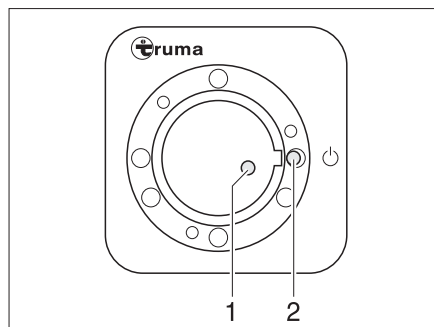
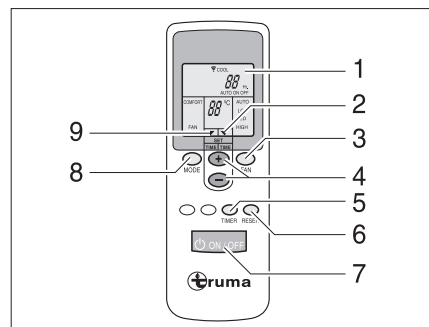

Fig. 178 Récepteur
Fig. 179 Télécommande
- Mettre en marche la télécommande à l'aide de l'interrupteur (Fig. 179,7). Le voyant de contrôle vert (Fig. 178,1) indique le mode de refroidissement.
- Régler le mode de fonctionnement souhaité à l'aide de la touche (Fig. 179,8).
- Régler si nécessaire la puissance de ventilation et la température de la pièce souhaitées à l'aide des touches (Fig. 179,3 et 4). La flèche (Fig. 179,9) indique le mode de réglage sélectionné.
- ▷ Sur le récepteur se trouve un interrupteur supplémentaire (Fig. 178,2) permettant de mettre en marche ou d'arrêter la climatisation sans télécommande. Lorsque la climatisation est mise en marche à l'aide de cet interrupteur, le mode de fonctionnement réglé sur la télécommande lors de la dernière utilisation est sélectionné automatiquement.
- Pour effectuer la programmation, allumer la climatisation à l'aide de la touche (Fig. 179,7) de la télécommande.
- Régler le mode de fonctionnement et la température de la pièce souhaités à l'aide des touches (Fig. 179,8, 3 et 4).
- Sélectionner à l'aide de la touche (Fig. 179,5) la fonction souhaitée (Fig. 179,1) :
- Sélectionner le temps de retard souhaité (de 1 à 15 heures) à l'aide des touches (Fig. 179,4). La flèche (Fig. 179,2) clignote et indique le mode de réglage.
- ▷ En appuyant sur la touche (Fig. 179,6), les réglages de la télécommande sont à nouveau envoyés au récepteur.